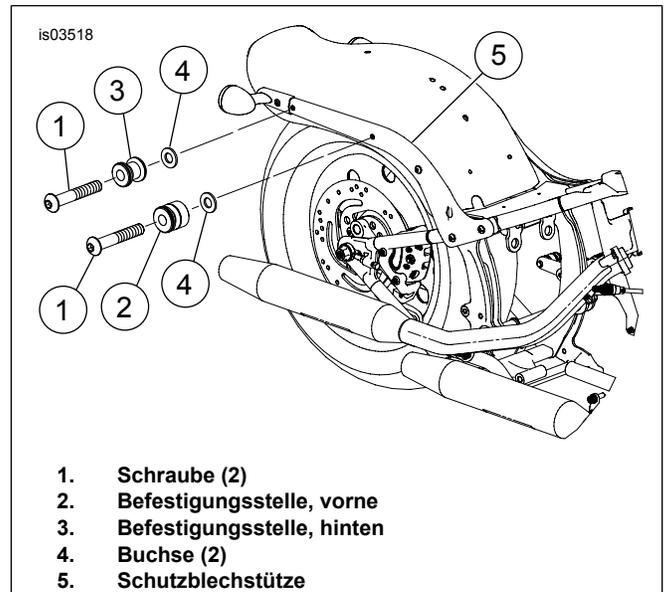

Abbildung 1. Vorhandene Befestigungsteile (mit Befestigungsstellen)
2. *Bereits eingebaute Befestigungsstellen:* Siehe Abbildung 1. Schrauben (1), vordere Befestigungsstelle (2), hintere Befestigungsstelle (3) und Buchse (4) von der Schutzblechstütze (5) entfernen. Schrauben entsorgen, Befestigungsstellen und Buchsen jedoch für den Einbau des Umrüstungssatzes aufbewahren. *Zuvor nicht eingebaute Befestigungsstellen:*